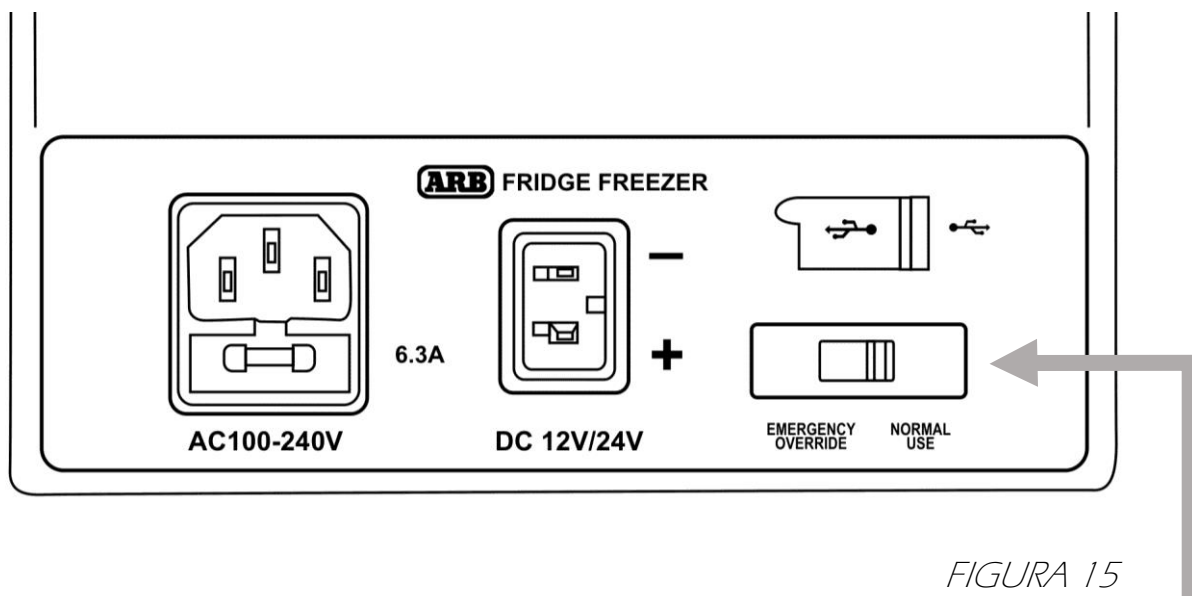

FIGURA 15
- Spostare l'interruttore d'emergenza da NORMALE a EMERGENZA (vedere la Figura 15).